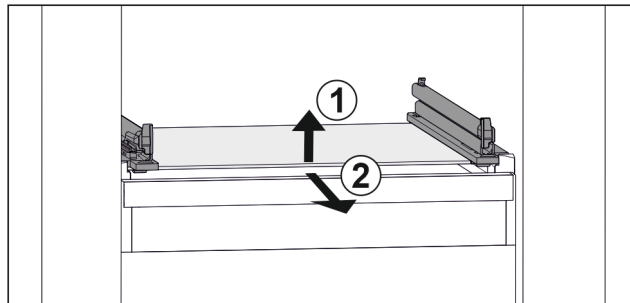

Fig. 102 Przykładowa prezentacja płyty szklanej
- Unieść płytę szklaną z przodu. Fig. 102 (1)
- Wyjąć płytę szklaną do przodu. Fig. 102 (2)